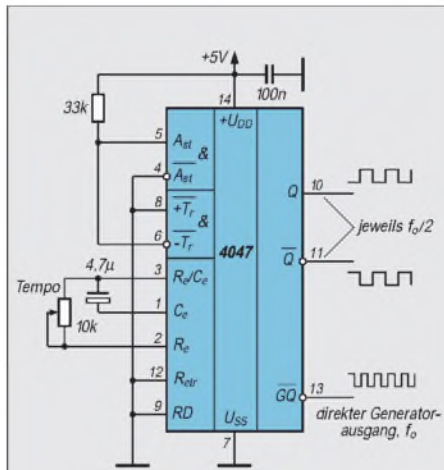

Bild 1: '4047 im astabilen Betrieb, freilaufend.
Die CMOS-IS ist laut Datenblatt ein Multivibrator, programmierbar für astabilen oder monostabilen Einsatz. Im astabilen Betrieb kann an zwei Pins die Takterzeugung getort werden. Laut Daten sollte der '4047 bis +10 V arbeiten; in der Praxis lief der CD 4047 BF jedoch nur im Bereich von 4 bis 6 V einwandfrei. Bild 1 zeigt die Grundvariante für den astabilen Betrieb. Für die frequenzbestimmenden Bauelemente R und C gelten Obergrenzen, für C sind das etwa 15 µF, für R ungefähr 15 kΩ.
Bild 2: Teilstromlaufplan eines Taktgenerators mit '4047 im Start/Stop-Betrieb. Links ist die Torung mit H-Potential H an A_{st} , rechts die mit L an A_{st} dargestellt, die anderen Pins behalten ihre Beschaltung nach Bild 1. Der 33-kΩ-Widerstand (wie in Bild 1) legt die Pins definiert an H.
Mit einem Einstellbereich des Potentiometers von 100 Ω bis 10 kΩ läßt sich, gemessen an Pin 10 (Q) und $C = 4,7 \mu\text{F}$ (1 µF, 0,1µF), der Bereich 66 bis 5 Hz (250 bis 23 Hz; 2500 bis 250 Hz) überstreichen. Letztere Kombination ist für einen Mithörgenerator optimal. Aus Bild 1 ist erkennbar, daß bereits mit vier externen Bauelementen ein repräsentativer Taktgeber entsteht.